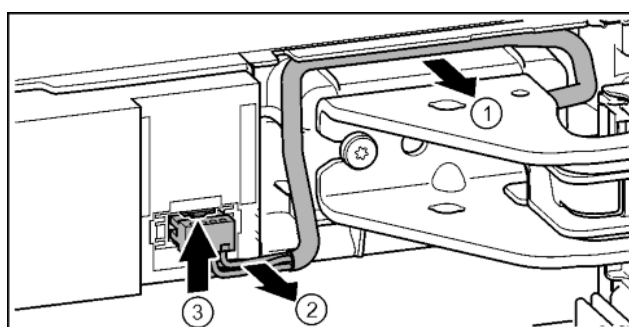

Fig. 20
▶ Осторожно освободить кабель над опорным кронштейном из направляющей. Fig. 20 (1)
▶ Аккуратно вытянуть жилы кабеля из канала. Fig. 20 (2)
▶ Прижать соединительную накладку вверх и осторожно вынуть штекер. Fig. 20 (3)